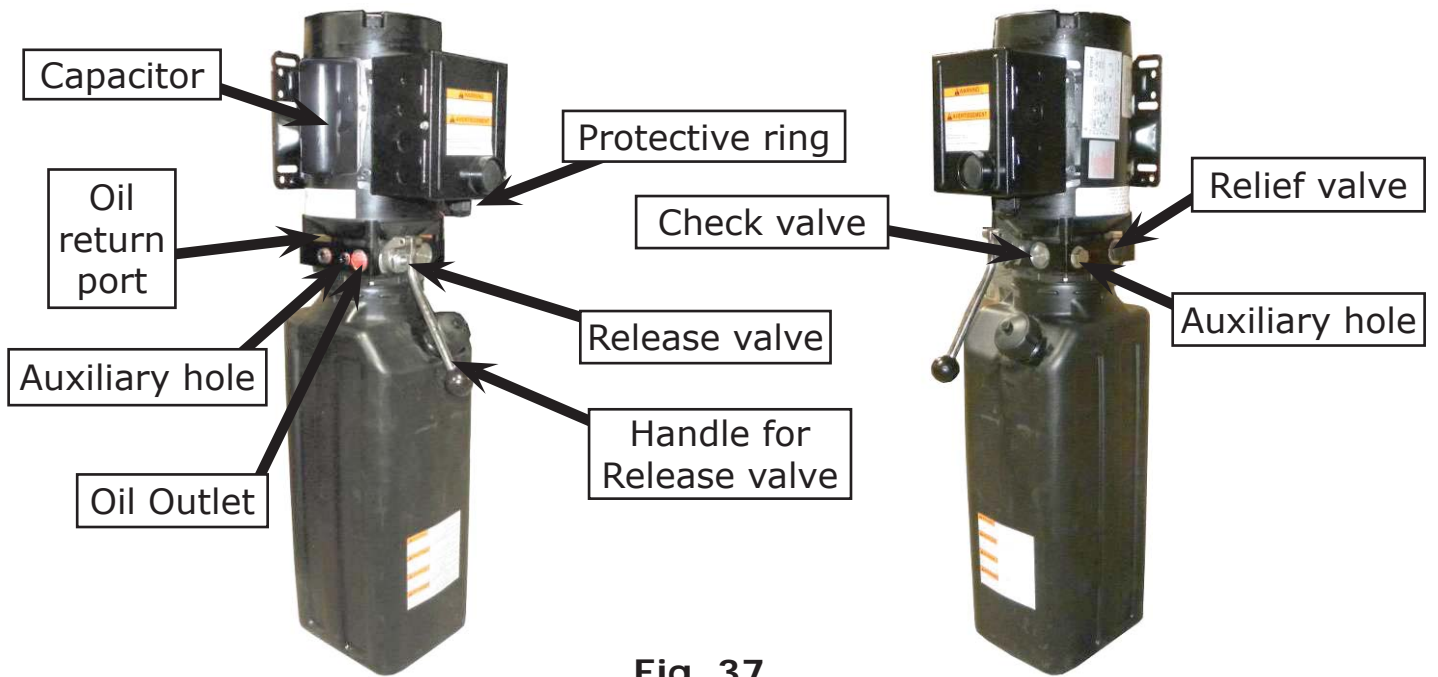

Fig. 37
a. SPX manual power unit, 220V/50HZ, Single phase (See Fig. 37)